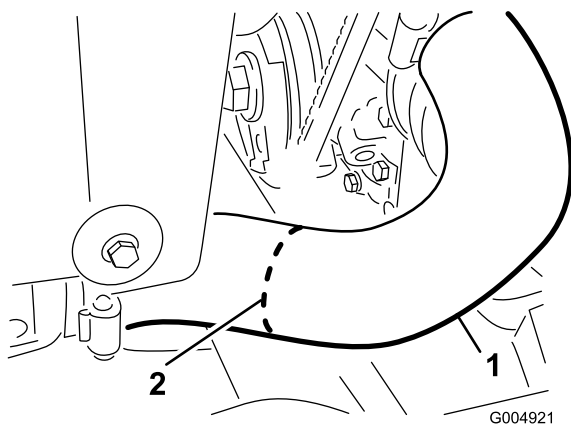

Figura 11
9. Corte la manguera inferior del radiador por la mitad por la línea blanca, según se muestra en Figura 11.